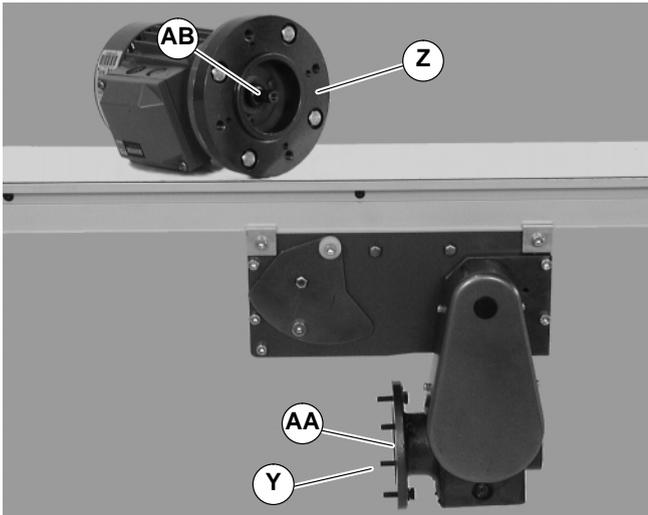

Abbildung 22
- ## 3. Vier (4) Schrauben (Y auf Abbildung 22) entfernen. Motor mit Adapterflansch Zvom Untersetzungsgetriebe AA abheben. Paßfeder der Motorwelle (AB) an Ort und Stelle belassen.